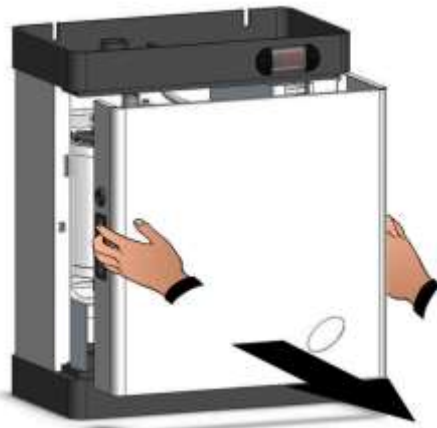

Fig. 7
4. Extraiga la carena frontal tomándola de las dos manijas ubicadas a los lados y tirando hacia sí con una ligera presión (fig. 7).